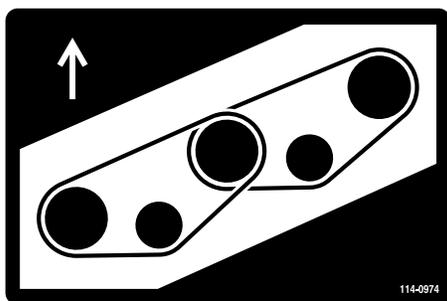
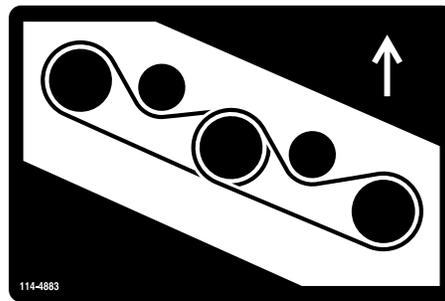

Bild 128
Bild 129
7. Verlegen Sie den neuen Riemen um die Spindelscheiben und die Spannscheiben (Bild 128 und Bild 129).